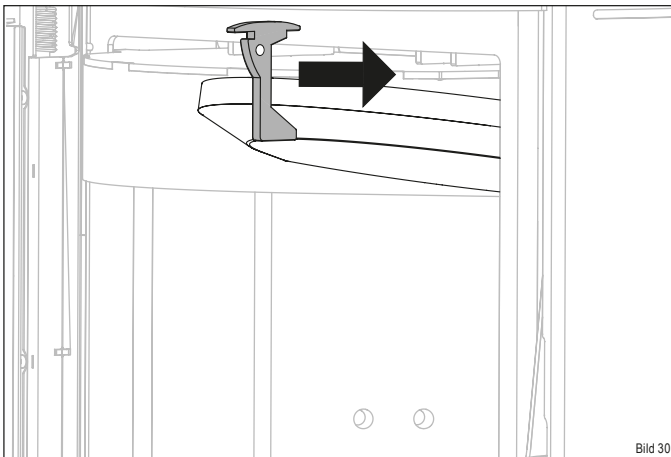

Bild 30
- Schieben Sie den Thermosteinhalter nach vorne (Bild 30).